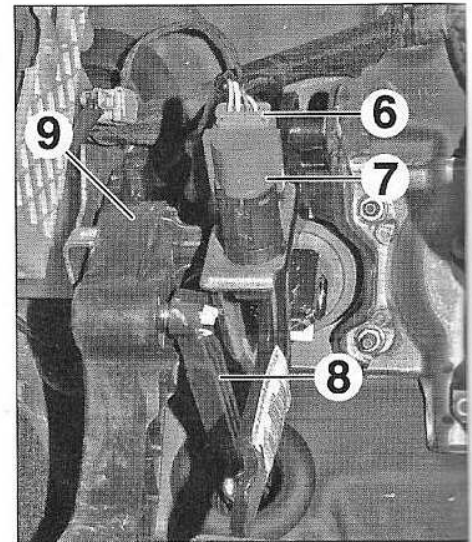
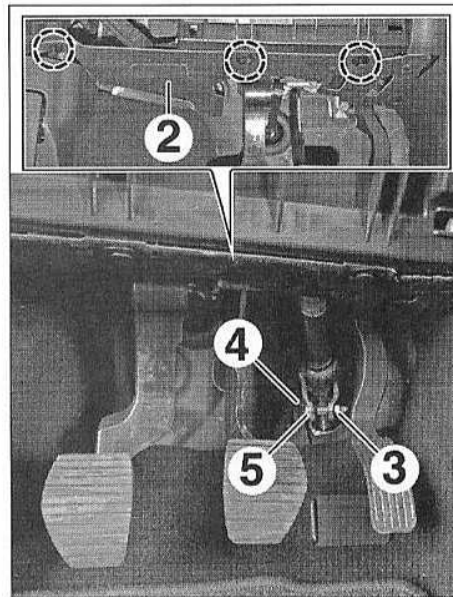

FIG. 19
FIG. 18
- la garniture inférieure gauche de planche de bord (2), puis débrancher le connecteur de l'éclaireur de plancher (Fig. 18).
- Déposer l'écrou (3) puis écarter l'agrafe (4) pour déposer la vis (5).
- Débrancher le connecteur (6) du contacteur de stop (7) (Fig. 19).
- Tourner le contacteur de stop (7) dans le sens antihoraire pour le déposer.